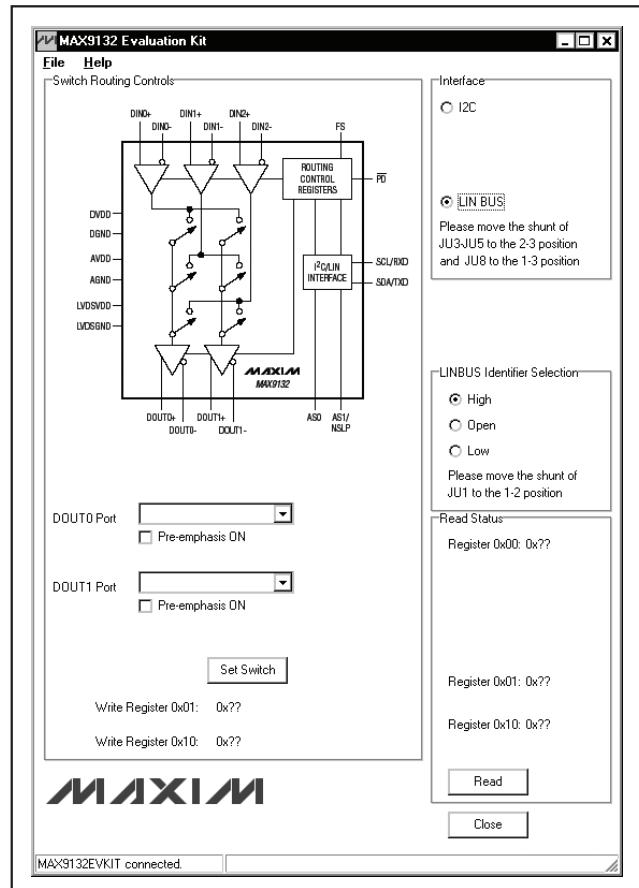

図3. MAX9132のEVキットソフトウェアのメインウィンドウ
- LIN BUSラジオボタンをクリックします。すると、EVキットソフトウェアのメインウィンドウは、図3に示す表示になります。
LINバスプロトコルを選択するためには、**LIN BUS**ラジオボタンをクリックし、ラジオボタンの下に表示される手順に従ってください。図3に示すように、**Switch Routing Controls**、**LINBUS Identifier Selection**、および**Read Status**グループボックスがGUIメインウィンドウ内に表示されます。